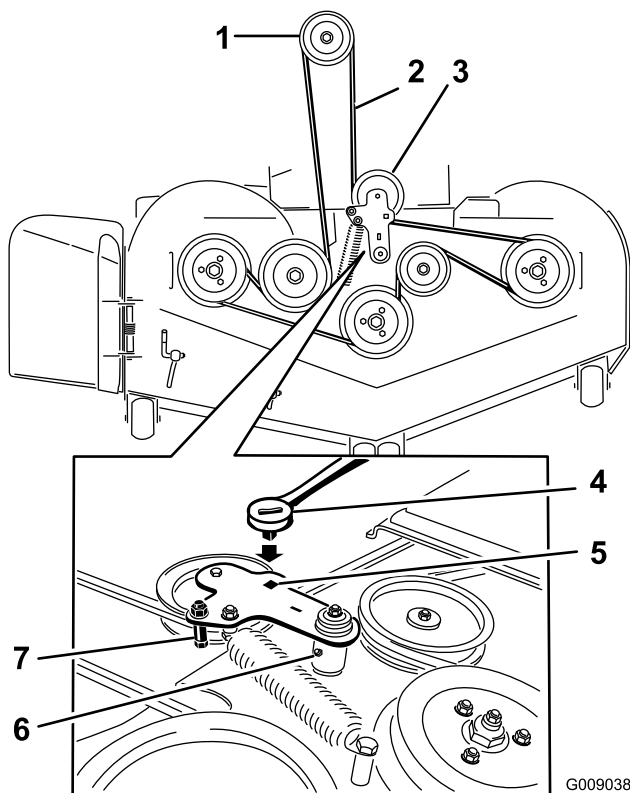

Figura 83
6. Utilice una llave de carraca en el taladro cuadrado del brazo tensor para aliviar la tensión del muelle tensor (Figura 83).
8. Instale la guía de la correa en el brazo tensor tensado con muelle (Figura 83).
10. Pase la correa nueva alrededor de las poleas del cortacésped y de la polea del embrague, debajo del motor (Figura 83).
11. Instale la guía de la correa en el brazo tensor (Figura 83).
12. Utilizando la llave de carraca en el taladro cuadrado, instale el muelle tensor (Figura 83).